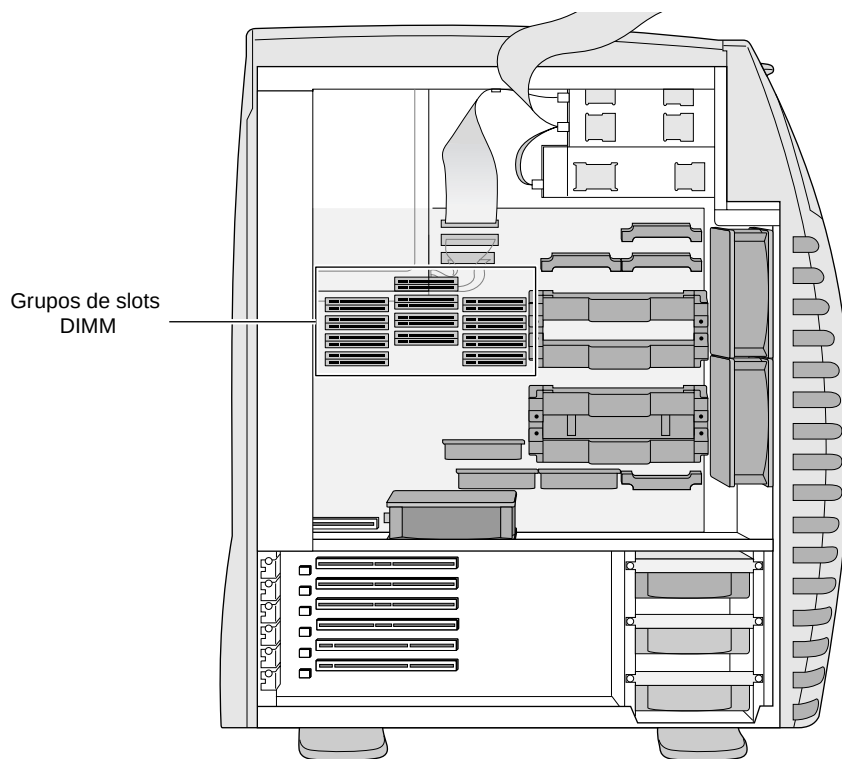

Figura 3-3 Localizando os grupos de slots DIMM
7. Localize os grupos de slots DIMM no centro da placa do sistema, como mostrado na Figura 3-3.